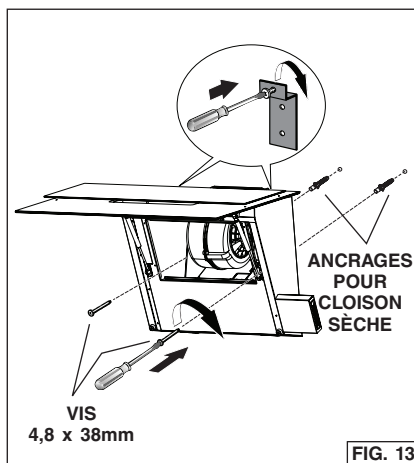
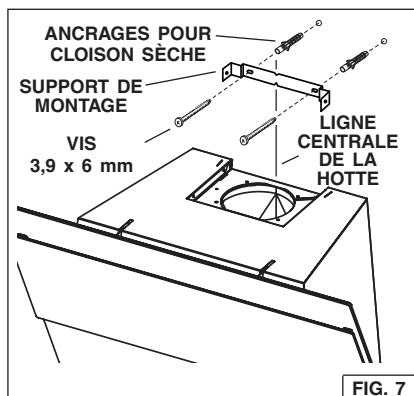

FIG. 13
FIG. 7
2. Tirez chaque cylindre pour l'allonger. Fig. 7.
7. Prenez les repères et installez (2) autres ancrages pour cloison comme illustré. Fig. 13.
8. Fixez la hotte de cuisine au mur avec (2) vis de montage de 4,8 x 38 mm.
2. Fixez le support au mur en utilisant (2) vis de montage de 4,8 x 38 mm et des ancrages pour cloison sèche. Fig. 7. Assurez-vous que le support de montage est bien serré contre le mur et centré sur la hotte. Fig. 13